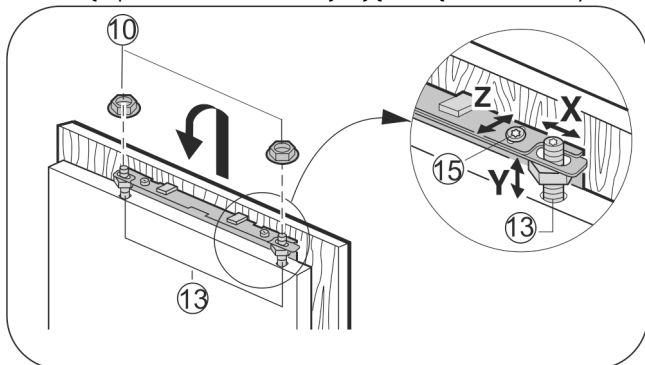

Fig. 19
- ▶ Zawiesić drzwi meblowe na sworznach regulacyjnych Fig. 19 (13) i lekko nakręcić nakrętki zabezpieczające Fig. 19 (10) na sworznie regulacyjne.
- ▶ Ustawianie drzwi meblowych na wysokość Y i pochylenie boczne: za pomocą śrubokrętu ustawić sworznie regulacyjne Fig. 19 (13).
- ▶ Dokręcić nakrętki zabezpieczające Fig. 19 (10).